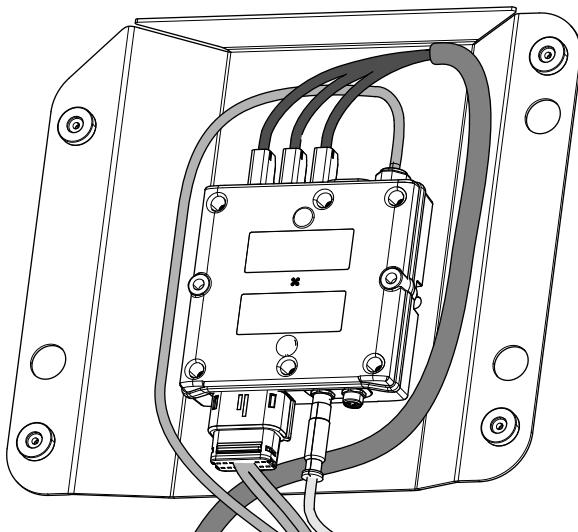

Figura 92
2. Asegúrese de que los arneses de cables están colocados dentro del soporte del módem, como se muestra en la Figura 92.